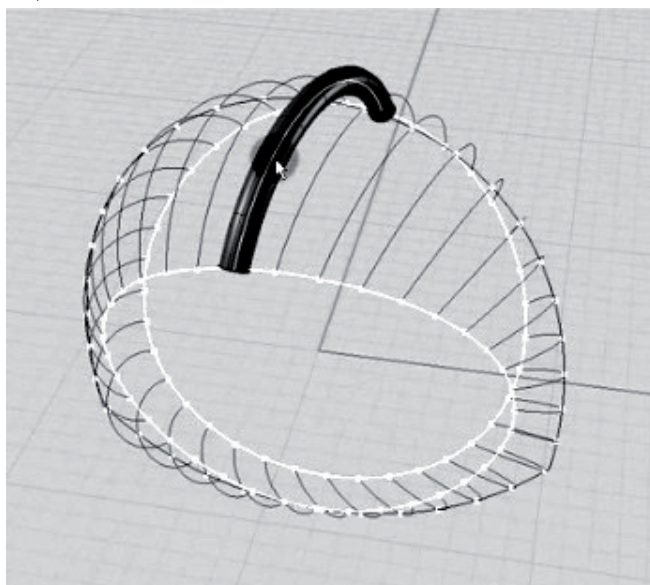

Рис. 79. Применение команды `Pipe`
14. Выделяем дугу. В командной строке пишем `Pipe`. Вводим радиус — 1,1 см. Нажимаем на начало дуги, вводим второй радиус — 1,1 см, нажимаем на конец дуги. Нажимаем `Enter` (рис. 79).